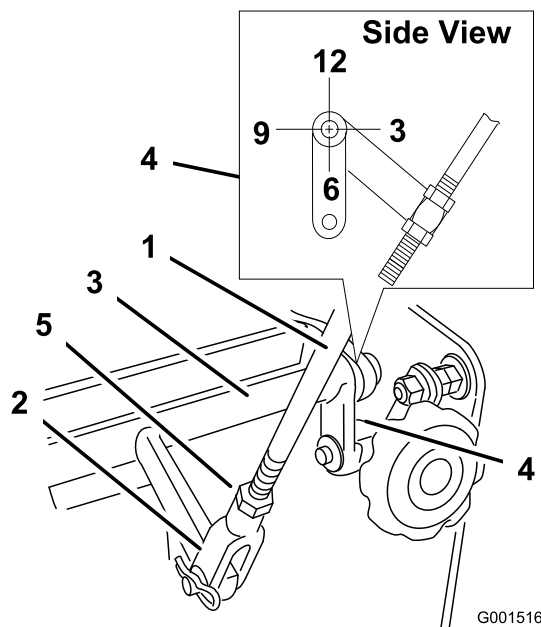

Bild 29
4. Prüfen Sie die Ausrichtung der Laschen an den Enden des Fahrgeschwindigkeitskippschalters. Diese Laschen sollten direkt nach unten (ungefähr auf die 6-Uhr-Stellung) zeigen (Bild 29).
5. Stellen Sie den Gewindebügel unten am Geschwindigkeitsstergestänge so bis, bis die Laschen in der 6-Uhr-Stellung sind (Bild 29).